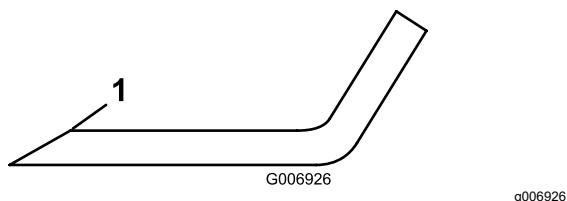

Figura 76
4. Controllate i taglienti di tutte le lame. Affilatele se sono smussati o scheggiati, affilate solo la parte superiore del tagliente e mantenete l'angolo di taglio originale per garantire l'affilatura (Figura 76).